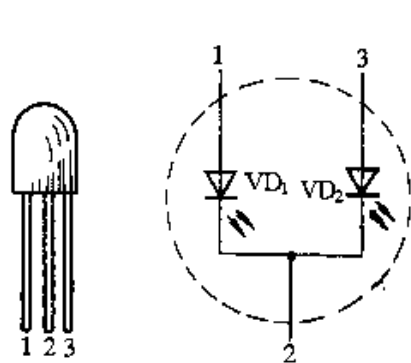
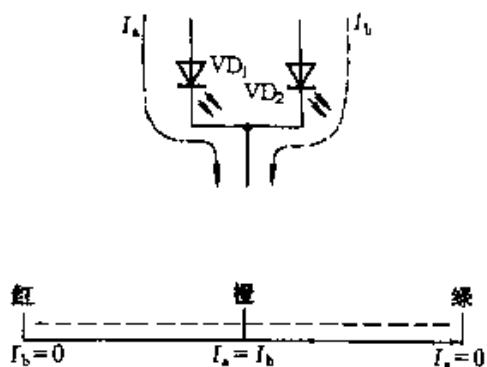

图 2-196
图 2-197
(4) 变色 LED
三管脚变色 LED 内部结构见图 2-196, 两种发光颜色(通常为红、绿色)的管芯负极连接在一起。三管脚中, 左右两边的管脚分别为红、绿色 LED 的正极, 中间的管脚为公共负极。使用时, 公共负极②脚接地。当①脚接入工作电压时, 电流 I_a 通过 VD_1 使其发红光; 当③脚接入工作电压时, 电流 I_b 通过 VD_2 使其发绿光; 当①、③脚同时接入工作电压时, LED 发橙色光; 当 I_a 与 I_b 的比例不同时, LED 发光颜色按比例在红-橙-绿之间变化, 如图 2-197 所示。